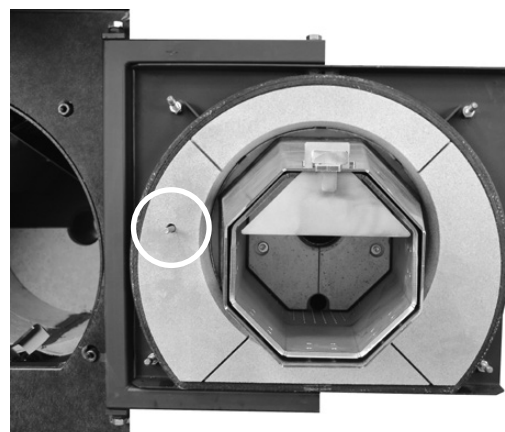

Fig. 11
12. Aspirer avec précaution les résidus présents dans le brûleur - surtout dans la zone située à l'arrière (directement sous la vis d'alimentation); aucun résidu ne doit subsister dans les bouches d'aération. Aspirer également le haut du brûleur. Essuyer les cendres sur la sonde de chambre de combustion (Fig. 11).
2. Retirer le connecteur (A).
3. Dévisser les écrous à oreilles (B).
4. Enlever le couvercle du collecteur de gaz de combustion (C).
5. Aspirer les cendres (D, Fig. 11).